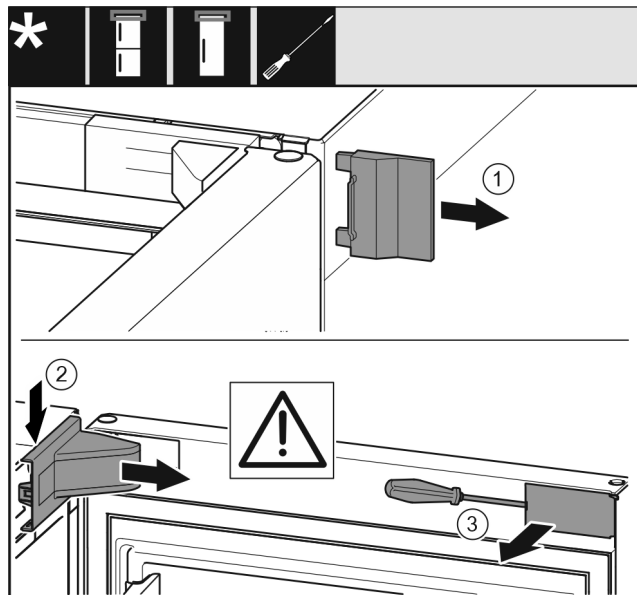

Fig. 6
- ▶ Retirar la cubierta exterior. Fig. 6 (1)
- ▶ Desencajar y soltar la cubierta del soporte de apoyo. Retirar la cubierta del soporte de apoyo. Fig. 6 (2)
- ▶ Desencajar el panel con el destornillador para tornillos de cabeza ranurada y moverlo a un costado. Fig. 6 (3)